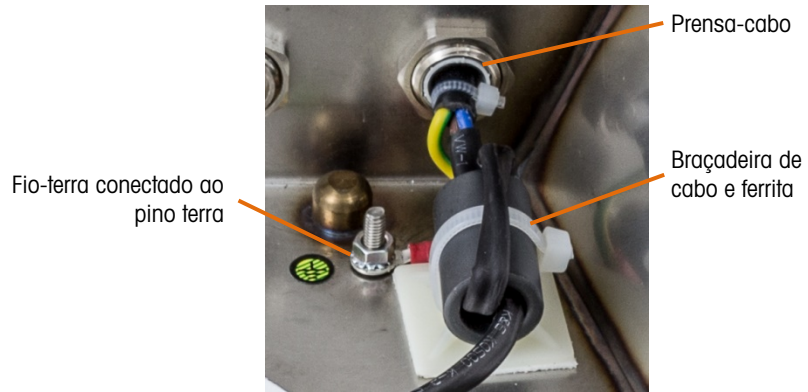

Figura 2-13: Localização original do cabo de energia
- b. Corte o cabo que prende a ferrita do cabo de energia no gabinete (indicado na Figura 2-13).